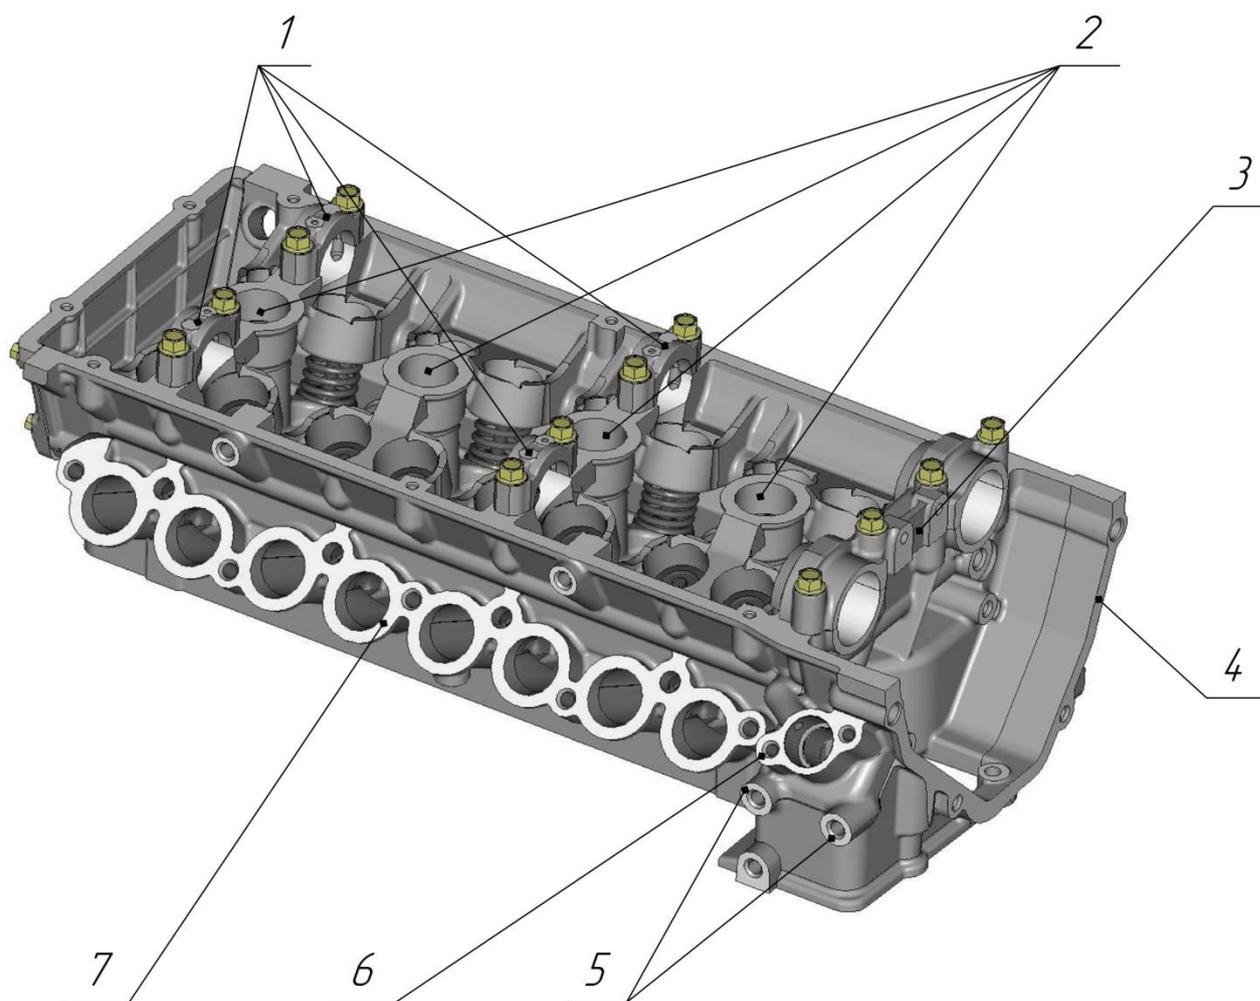

Рис.17. Головка цилиндров. Вид на фланец впускной трубы, на верхнюю плоскость и на фланец передней крышки:
**Головка цилиндров** (рис.17,18). Головка цилиндров отлита из алюминиевого сплава, имеет два впускных и два выпускных клапана на каждый цилиндр. В верхней части головки цилиндров размещены два распределительных вала. Крышки опор распределительных валов 1 (рис.17) обрабатываются в сборе с головкой цилиндров и поэтому они не взаимозаменяемы. Крышки опор валов должны устанавливаться в соответствии с выбитыми на них порядковыми номерами, при этом ориентируясь определенным образом.